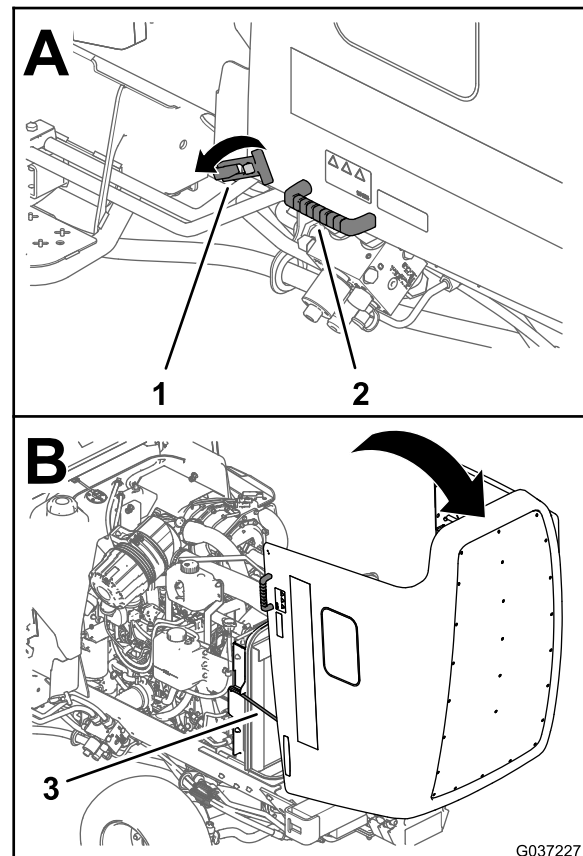

Figure 43
2. Ouvrez les 2 loquets situés aux angles inférieurs avant du capot (Figure 43).
3. En vous aidant des poignées adjacentes aux loquets, soulevez le capot vers l'arrière jusqu'à ce que les 2 béquilles soient engagées dans les 2 supports (Figure 43).